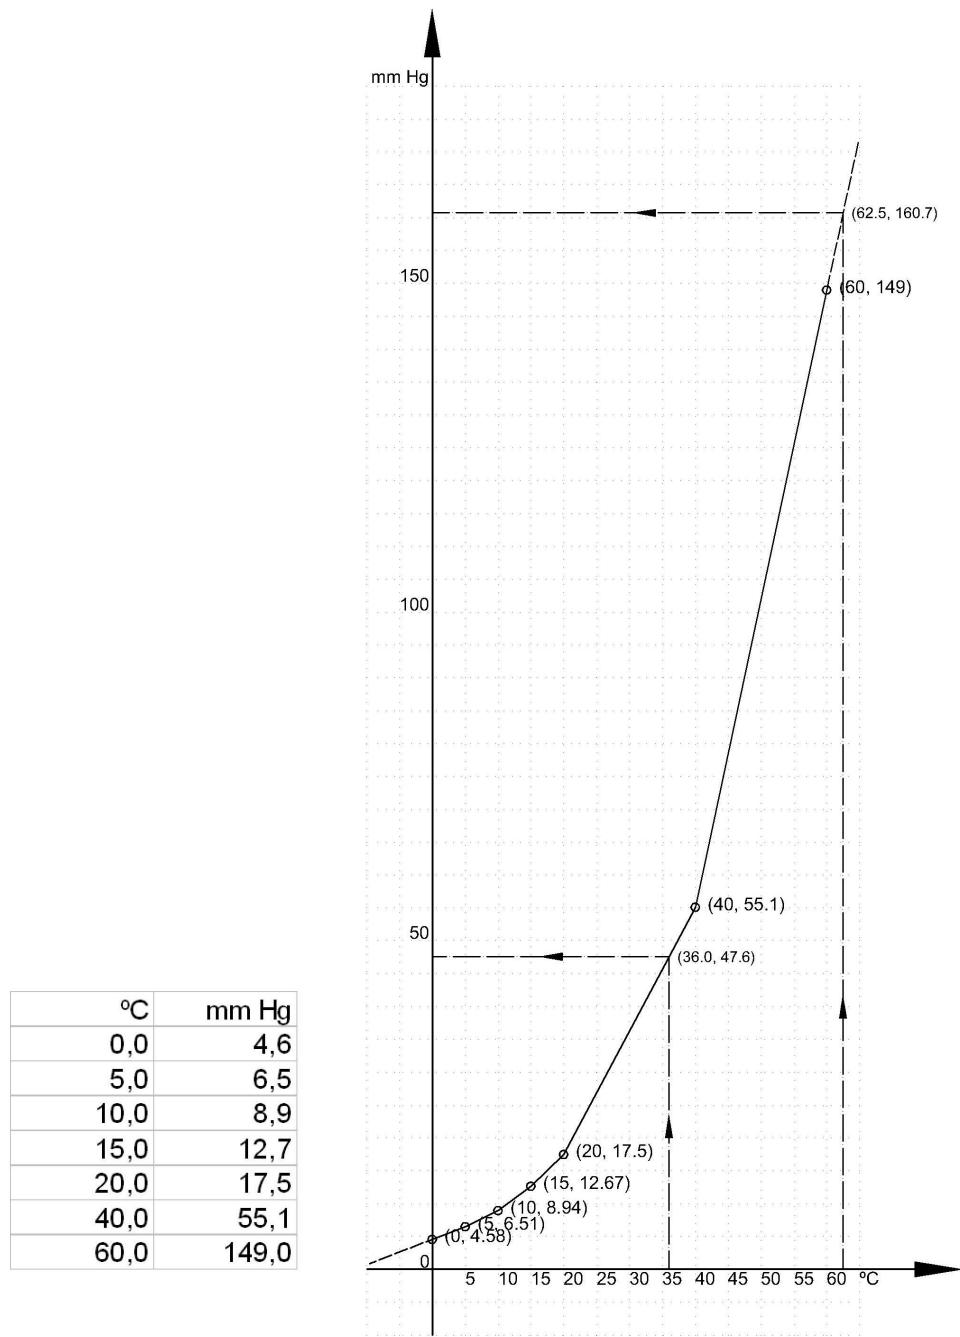

Figura 27. Ejemplo de interpolación lineal. *Presión de vapor* del agua a partir de su temperatura.
4. Se utilizará un método de interpolación lineal (ver figura 27 a continuación). En esencia el método consiste en lo siguiente (no se interprete *alegremente* que el *método de interpolación* lineal se convertirá en un *método* de una clase: igual sí o igual no; se verá):
inmediatamente anterior y posterior a la -*abcisa*- pasada. Un pequeño trabajuelo que se entiende sin dificultad echando un vistazo a la figura 27.
Harina de otro costal son las eventuales clases *punto* y *línea*: la finalidad de la clase *sensorTables* es el cálculo del valor correspondiente a una determinada *abcisa* empleando una tabla de valores discretos -puntos-, y la especificación que nos hemos autoimpuesto es resolverlo por interpolación lineal (figura 27).